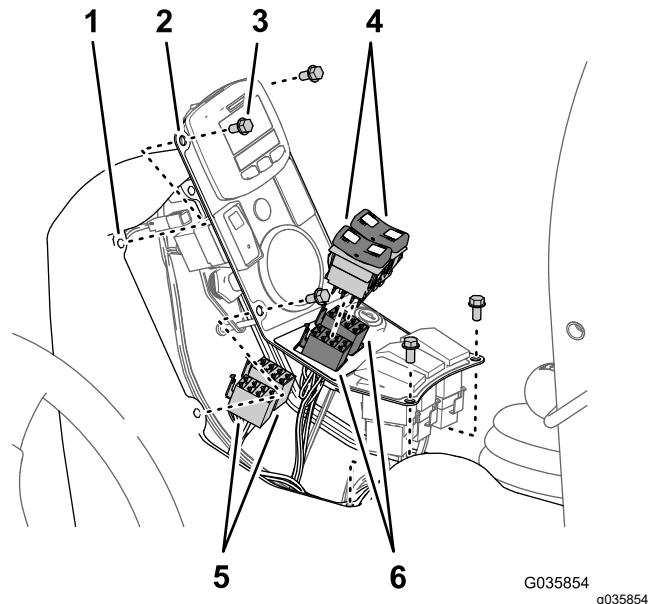
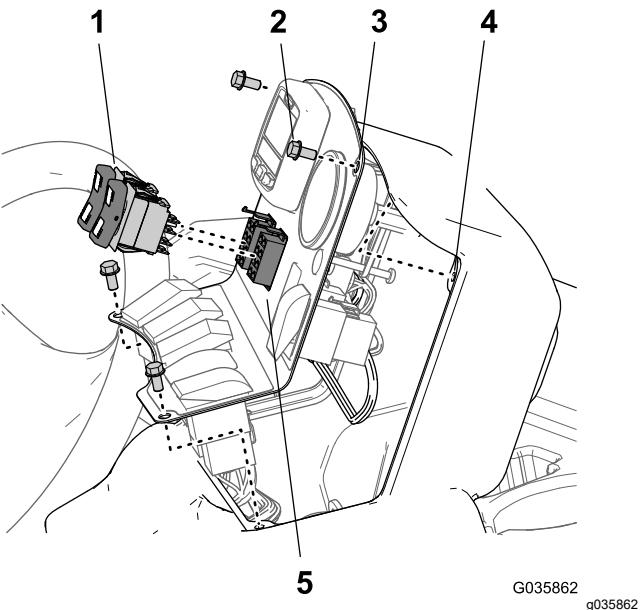

Bild 36
Bild 37
1. Entfernen Sie die vier Bundkopfschrauben ($\frac{1}{4}$ " x $\frac{1}{2}"), mit denen die Schalterblende an der mittleren Konsole befestigt ist, und heben Sie die Platte an (Bild 36 oder Bild 27).$
2. Ziehen Sie die 8-Buchsen-Stecker des Maschinenkabelbaums von den Auslegerhubschaltern ab (Bild 36 oder Bild 37).
3. Stecken Sie die Kippschalter in die 8-Buchsen-Stecker des Kabelbaums für das Finishingkit für den Ultra Sonic Boom (Bild 36 oder Bild 37).
5. Fluchten Sie die Löcher in der Schalterplatte mit dem Rahmen der Konsole aus (Bild 36 oder Bild 37).
6. Befestigen Sie die seitliche Abdeckung mit den vier Bundkopfschrauben (1/4" x 1/2") (Bild 36 oder Bild 37).
Bild 37), die Sie in Schritt 1 entfernt haben, an der mittleren Konsole.